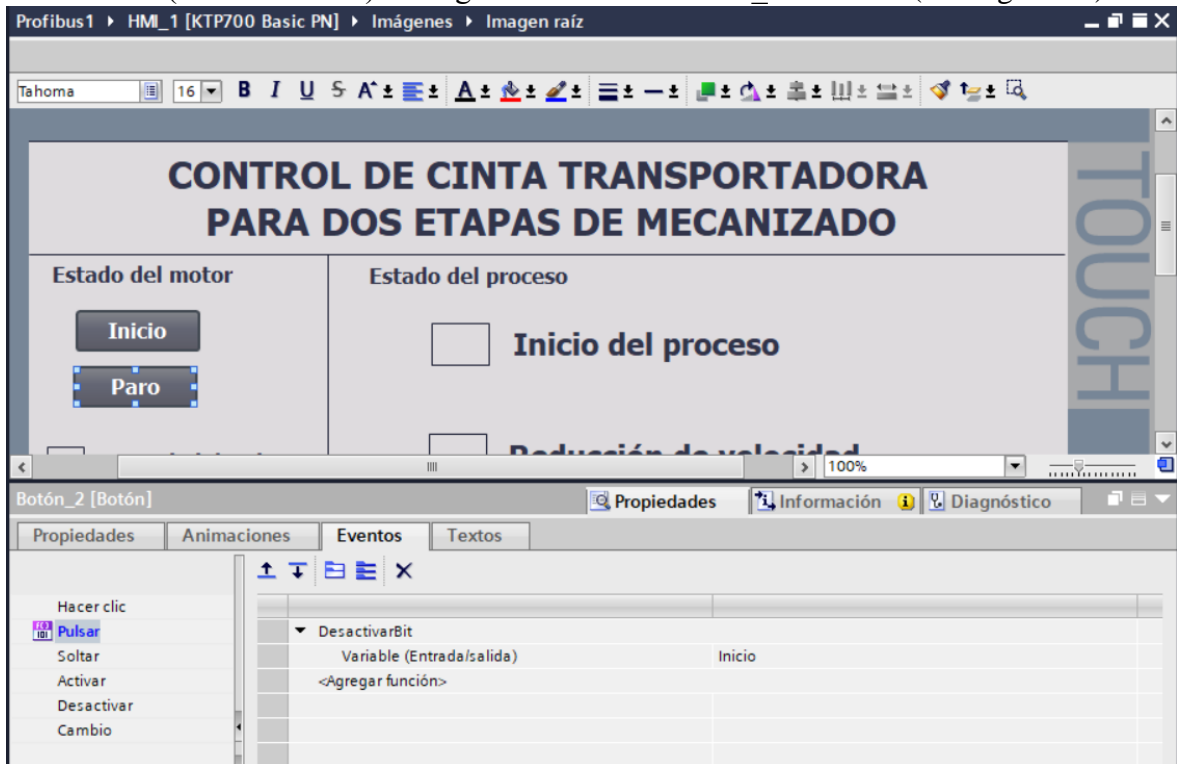

Figura 31: Configuración botón Paro.
- En “Variable (Entrada/Salida)” escoger la variable del PLC_1 “**Inicio**” (ver Figura 31).